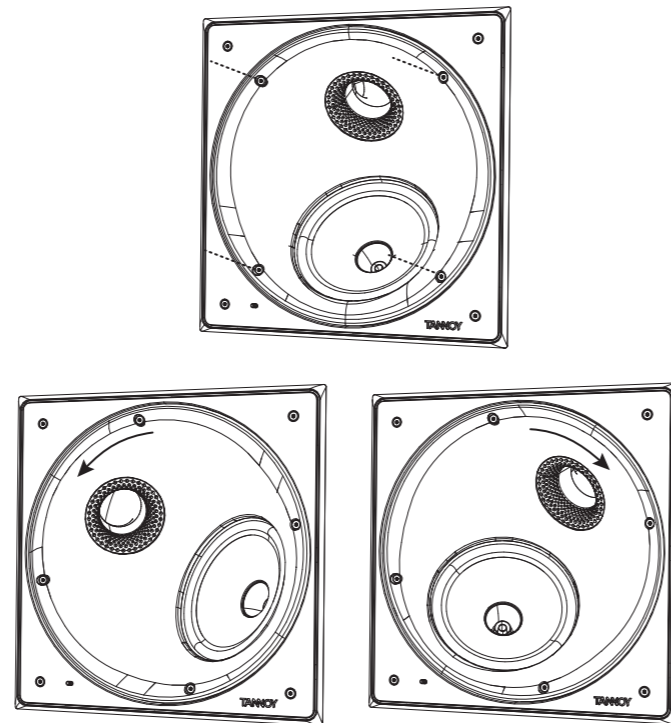

Fig. 9. Rotating the baffle assembly
2. Desaperte os quatro parafusos conforme mostrado, mas apenas o suficiente para permitir a rotação até a posição desejada (Fig. 9).